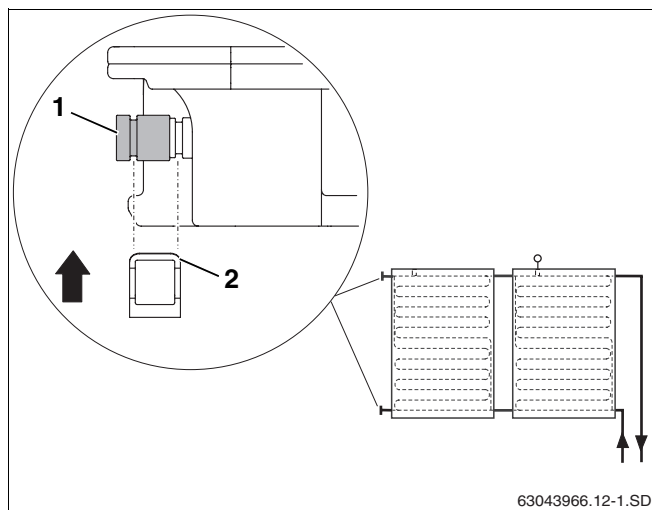

Fig. 39 Fixar a tampa de fecho com grampo
- ▶ Deslocar as tampas de fecho com os O-Ring (fig. 39, **item 1**) para a ligação do colector.
- ▶ Deslocar o grampo (fig. 39, **item 2**) para fixação da ligação sobre a tampa de fecho e a ligação do colector.